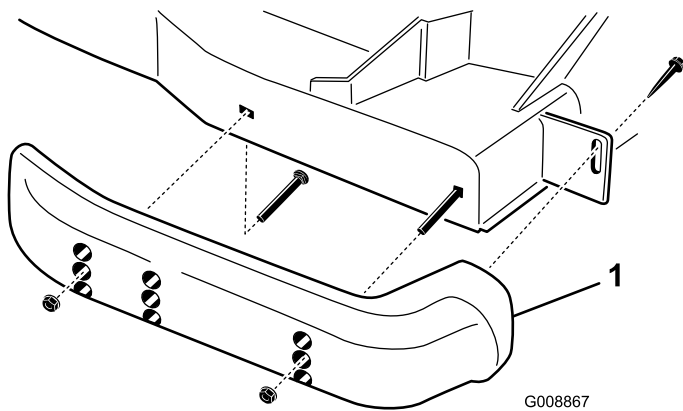

Figura 27
1. Desaperte o parafuso na frente de cada patim (Figura 27).
2. Retire os parafusos com cabeça de flange e as porcas de cada patim (Figura 27).